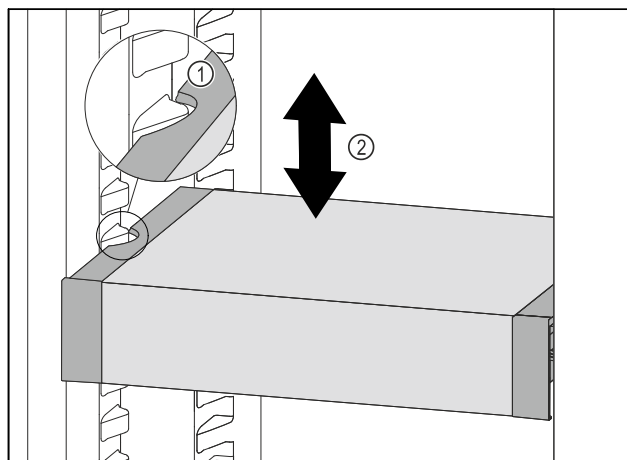

Fig. 104
- Изтеглете VarioSafe напред, докато страничните прорези на VarioSafe се намират на височината на реброто на съда в хладилната част. Fig. 104 (1)
- Преместете VarioSafe нагоре или надолу в хладилната част, докато се достигне желаната височина. Fig. 104 (2)